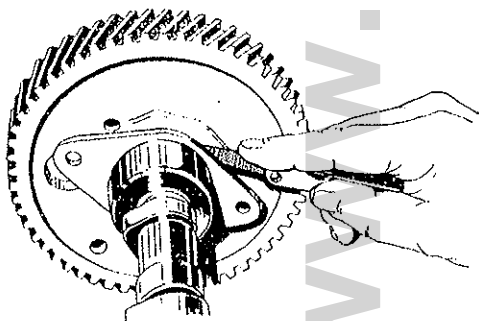

Bild 83 Prüfung der Nockenwelle auf Axialspiel
- eine Fühllehre zwischen Anschlagflansch der Nockenwelle und Nabe des Nockenwellenrades stecken und die Nockenwelle auf Axialspiel prüfen (Bild 83). Das Spiel soll im Bereich 0,1—0,2 *mm* liegen;